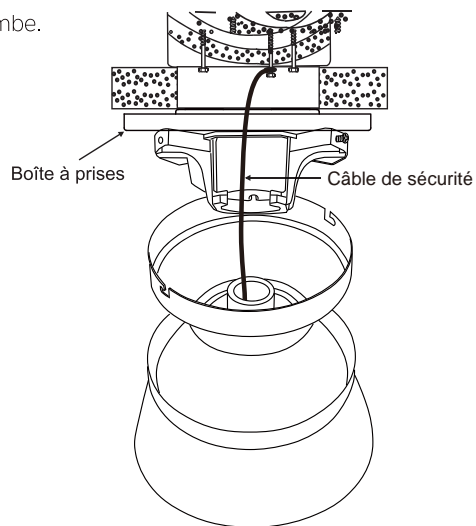

Fig. 23
Étape 1. Fixez la vis à bois et les rondelles fournies à la solive du plafond à côté du support de montage sans serrer (Fig. 23).